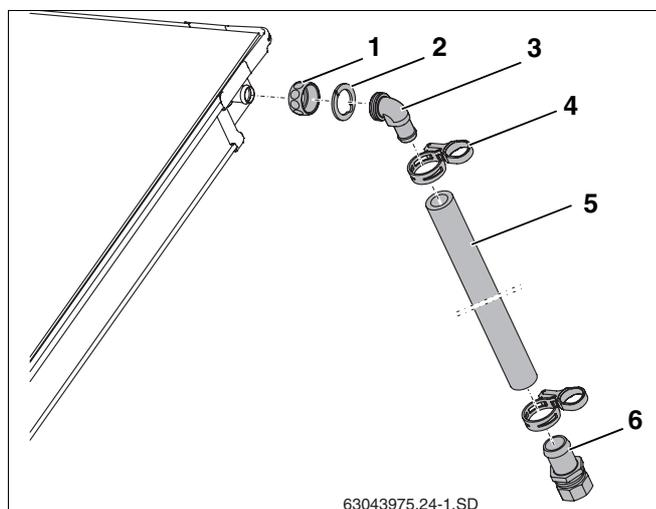

Abb. 35 Vorlaufleitung montieren
- Überwurfmutter (Abb. 35, **Pos. 1**) über Kollektoranschlüsse schieben.
- Klemmscheibe (Abb. 35, **Pos. 2**) hinter die Wulst des Kollektoranschlusses legen und zusammendrücken.
- Winkeltülle mit O-Ring (Abb. 35, **Pos. 3**) an Anschluss drücken, ausrichten und mit Überwurfmutter verschrauben.
- Langen Solarschlauch (1000 mm, Abb. 35, **Pos. 5**) auf die Winkeltülle aufschieben und mit Federbandschelle (Abb. 35, **Pos. 4**) fixieren.
- Schlauchtülle mit Klemmringverschraubung (Abb. 35, **Pos. 6**) bis zum Anschlag in den Solarschlauch stecken und mit Federbandschelle fixieren.
- Sammelleitung an die Schlauchtülle $R\frac{3}{4}$ mit Klemmringverschraubung (18 mm) anschließen (Abb. 35, **Pos. 6**).